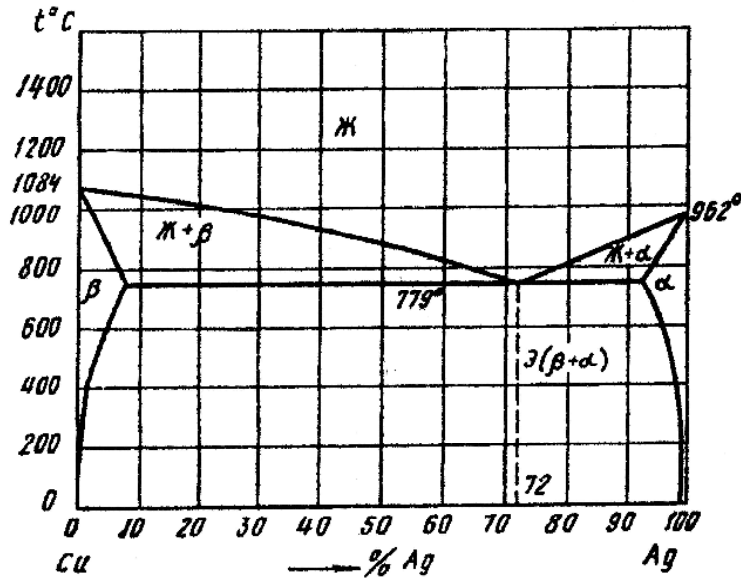

Рис. 3. Диаграмма состояния медь – серебро (Cu – Ag)
- ствие компонентов в жидком и твёрдом состояниях, укажите структурные составляющие, во всех областях диаграммы состояния и объясните характер изменения свойств в данной системе с помощью правила Курнакова (рис.3).